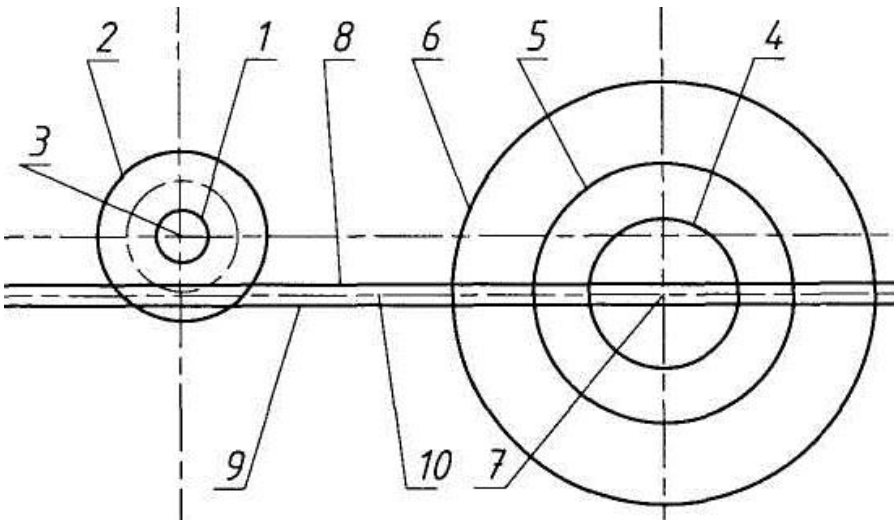

Рисунок 1.3
- Кола 1 (R8) та 2 (R26) кресляться відносно т. 3, кола 4 (R23), 5 (R40) та 6 (R65) — відносно т. 7 ( рис. 1.3).